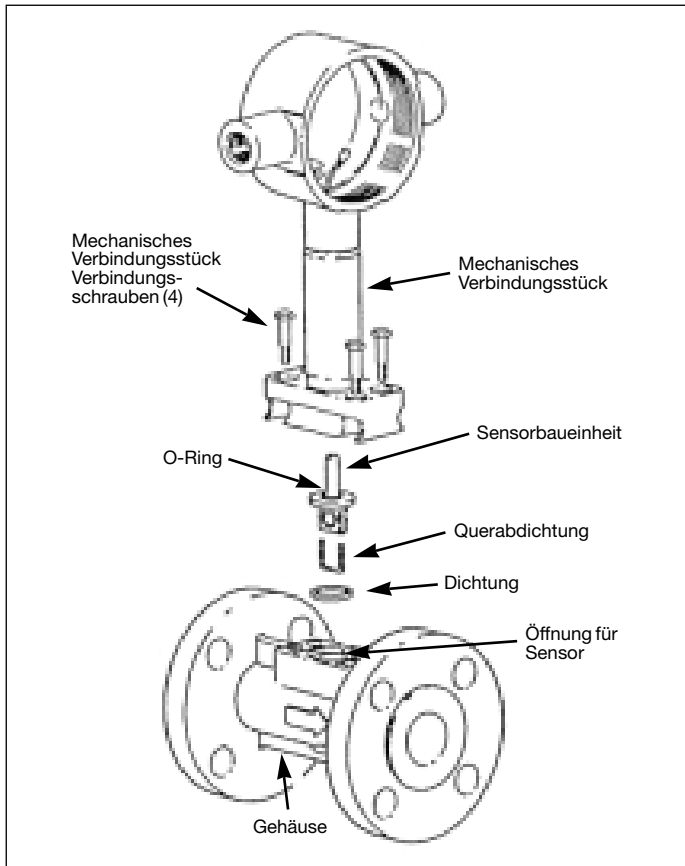

Abbildung 36. VFM 3100-Baugruppe/Anschlußdose
- Siehe Abbildung 36. Schrauben des mechanischen Verbindungsstücks herausdrehen. (Bei VFM 3100 mit druckfester Kapselung gemäß CENELEC sind spezielle Verbindungsstückschrauben sowie eine Abdeckplatte über dem Standard-Verbindungsstück vorgesehen. Nach Entfernung der Schrauben liegt die Abdeckplatte zwischen Verbindungsstück und Gehäuse.)